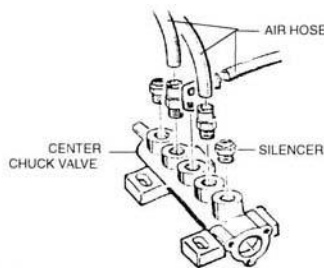

Рис. 12
13) Чтобы заменить любой 5-ходовой клапан выполните шаги 10, 11, 12 (рис. 12)